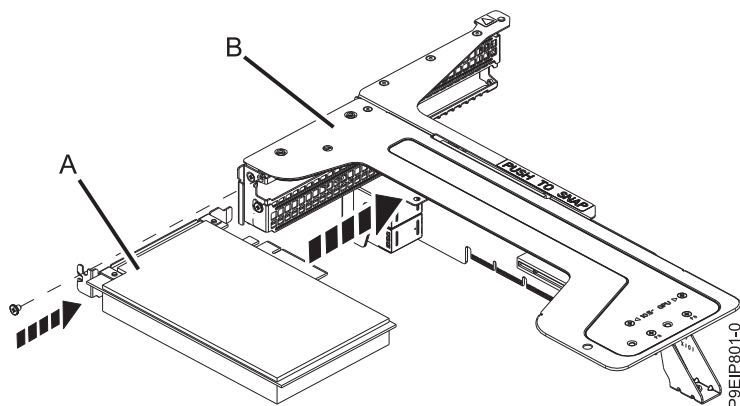

Figura 55. Inserindo um adaptador na posição 2 do riser PCIe
- c. Insira o adaptador PCIe **(A)** localizado na posição 2 no riser do adaptador PCIe **(B)**, conforme mostrado na Figura 55 na página 47.